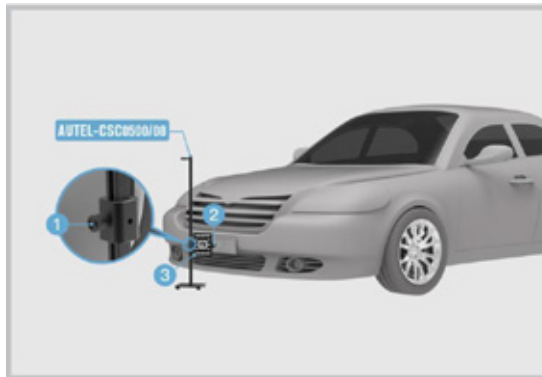

Abbildung 3-6 Platzieren der Distanzmessscheibe
1. Stellen Sie die Ausrichthilfe AUTEL-CSC0500/08, wie in Abbildung 3-6 gezeigt, vor das Fahrzeug. Lösen Sie die Schraube (①), um die Höhe der Zielscheibe so einzustellen, dass sie sich ungefähr auf